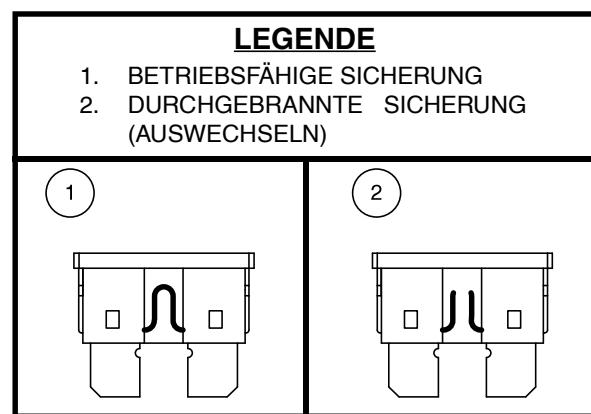

Abb. 21. Wechseln der Sicherung
2. Sicherung auf Durchbrennen überprüfen. Siehe Abb. 21.